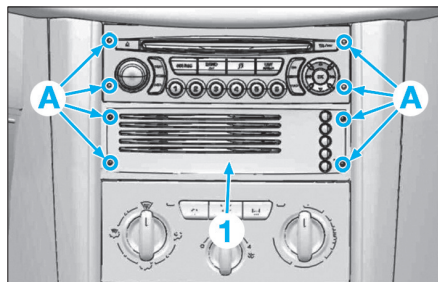

Fig. 4
• A l'aide d'un jeu de griffe, déposer l'autoradio (Fig.4).